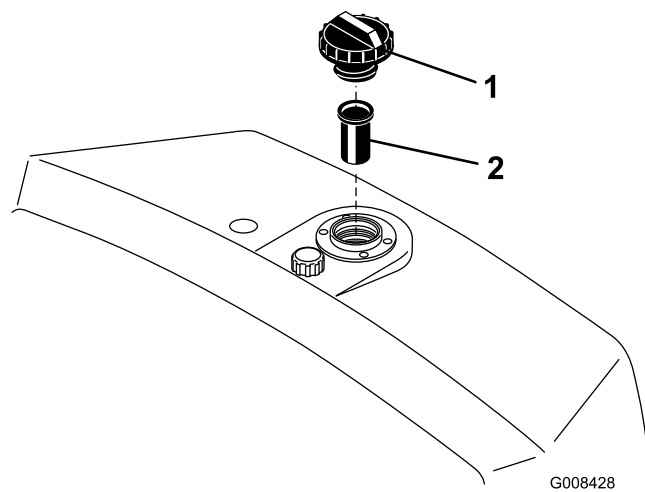

Рисунок 26
2. Снимите крышку с резервуара и проверьте уровень жидкости. Жидкость должна доходить до низа сетки в шейке заливной горловины (Рисунок 26).